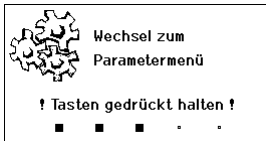

Abb. 8
1. Tasten **13** und **1** oder **13** und **2** oder **6** und **3** oder **6** und **4** gleichzeitig gedrückt halten. Während das Gerät zum Parametermenü wechselt, erscheint auf dem Display folgender Hinweis-Text (siehe auch Abb. 8): „Wechsel zum Parametermenü“ „Tasten gedrückt halten“.